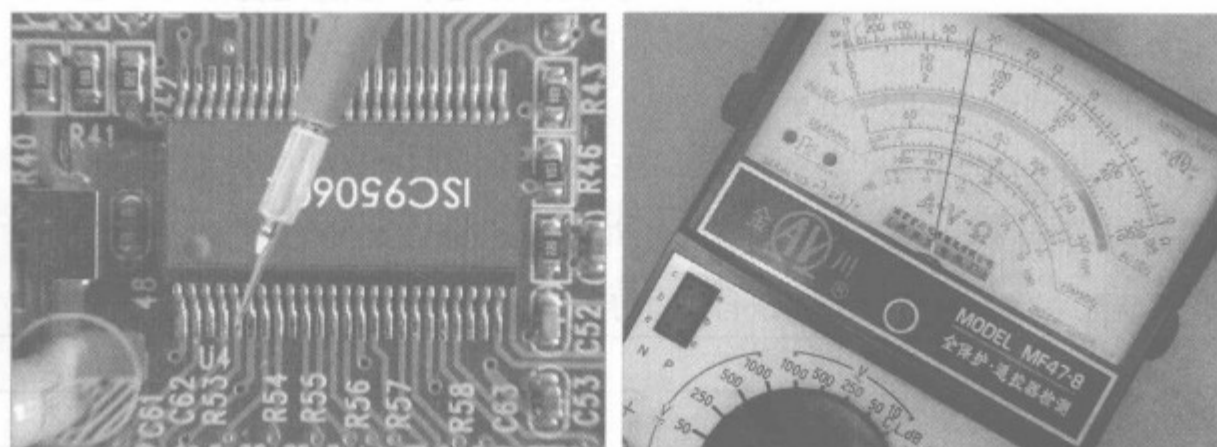

图 7-7 检测时钟信号发生器的供电电压
(2) 时钟信号发生器的检修
如果晶振及谐振电容都正常,可用万用表检测时钟信号发生器的供电电压是否正常,以检测⑤脚为例,正常时应有 3V 的电压,如图 7-7 所示。如果供电不正常,应检查电源插座连接到时钟信号发生器供电引脚的电容器等,查看是否有变质的元器件,如有不良者应更换。